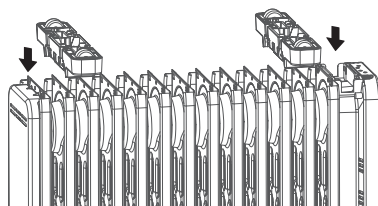

Figura 1
2. Come mostrato nella Figura 1, allineare le piastre di montaggio dei componenti della base con il foro del dissipatore di calore. Premere nella direzione della freccia: basta inserire la piastra di fissaggio della base nel foro del dissipatore di calore.